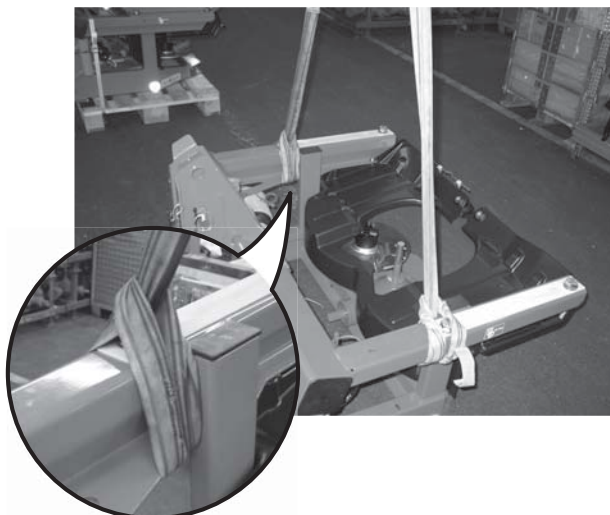

Bild 5.1: Lyft ramen
- Ta bort ramen med lämpligt lyftdon (t. ex. gaffeltryck eller hjullastare) och lämpliga band under anliggningsytan från stapeln (se bild 5.1) och ställ ner den med ett jämnt och säkert underlag.